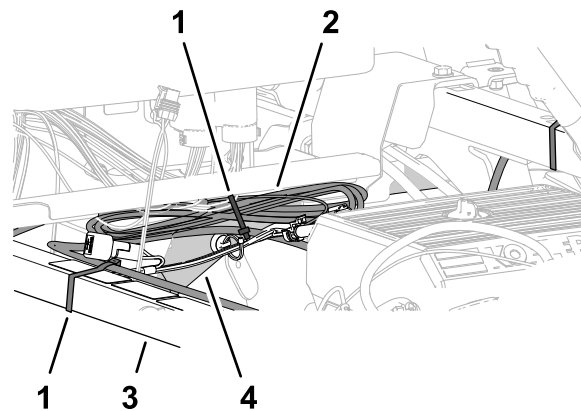

图 212
- 将过长的数据线束捆扎在右上机架管上图 212。
- 将数据线束与减震支撑管对齐并用扎带将线束固定到支撑管上图 212。
- 将数据线束与右上机架管对齐并用扎带将线束固定到机架管上图 212。